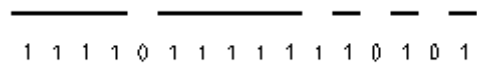

图 3-5 系统设置中线型定制对话框
(3) 在选择或创建了线型文件后，线型对话框变为如图 3-5 所示：